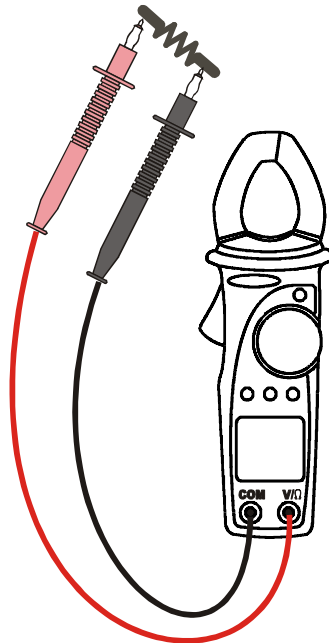

Abb. 8: Die Anwendung der Zange für Widerstandsmessung.
2. Verbinden Sie die Meßleitungen mit den Eingangsbuchsen, der rote Stecker mit der V /Ω Buchse, und den schwarzen Stecker mit der COM Buchse. (s. Abb. 8).